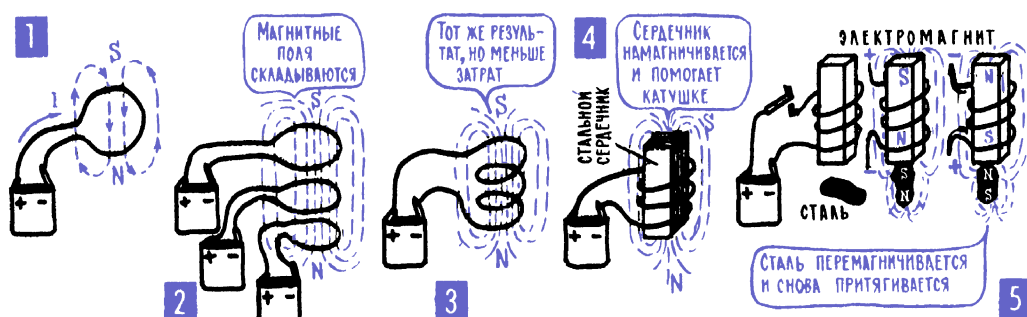

Рис. 5.3. Магнитные свойства катушки с током
5. Катушка: ток последовательно проходит по нескольким виткам провода, и их магнитные поля суммируются. Если можно складывать магнитные поля отдельных участков проводника, свернув его в кольцо, то, конечно, можно еще больше усилить суммарное магнитное поле, если свернуть из проводника несколько колец и сблизить их (рис. 5.3; 1). Такой спиралевидный элемент называют катушкой индуктивности или просто катушкой. Ясно, чем больше витков у катушки, тем сильнее ее суммарное магнитное поле. А кроме того, поле, как всегда, зависит от тока, и поэтому способность катушки создавать магнитное поле (при данной конкретной величине тока) иногда оценивают ампер-витками – произведением тока I в амперах на число витков w .
6. Ферромагнитные и парамагнитные вещества в разной степени усиливают магнитное поле, диамагнитные ослабляют его. Можно во много раз усилить магнитное поле катушки, если вставить в нее сердечник (рис. 5.3; 4) из так называемых ферромагнитных веществ. К их числу относятся железо (сталь, чугун), никель, кобальт, редкоземельные элементы (гадолиний, диспрозий, тербий и др.), а также некоторые специальные сплавы и специальная керамика, содержащая окислы железа и кобальта. Мощные постоянные магниты в настоящее время делают из сплава элемента ниобия с железом и бором или самария с кобальтом.
5. Переменный ток может работать так же хорошо, как постоянный. От того, что переменная ЭДС двигает заряды в разные стороны то туда, то обратно, работоспособность этих зарядов ничуть не уменьшается. Они так же, как при однонаправленном, одностороннем движении, сталкиваются с атомами вещества, нагревают его, заставляют светиться. И магнитное поле переменный ток создает не менее успешно, чем постоянный, только направление этого магнитного поля непрерывно меняется: как только сменится направление тока, так поменяются местами северный и южный полюсы электромагнита. Во многих случаях эту неприятность научились обходить — существуют, в частности, двигатели переменного тока, которые работают ничуть не хуже, чем двигатели постоянного тока. В других же случаях замена «севера» на «юг» вообще не имеет значения. Вот пример. Электромагнит притягивает стальную деталь потому, что он намагничивает ее и тянет к себе, как обыкновенный магнит (рис. 5.3; 5). Если же в обмотке электромагнита протекает переменный ток, то одновременно с изменением магнитного поля самого электромагнита меняется направление намагниченности стальной детали, и ее притягивание не прекращается.